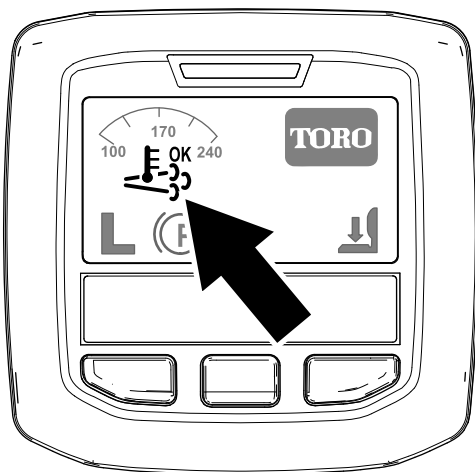

Figura 43
- O ícone da regeneração assistida/de reposição surge no InfoCenter (Figura 43).